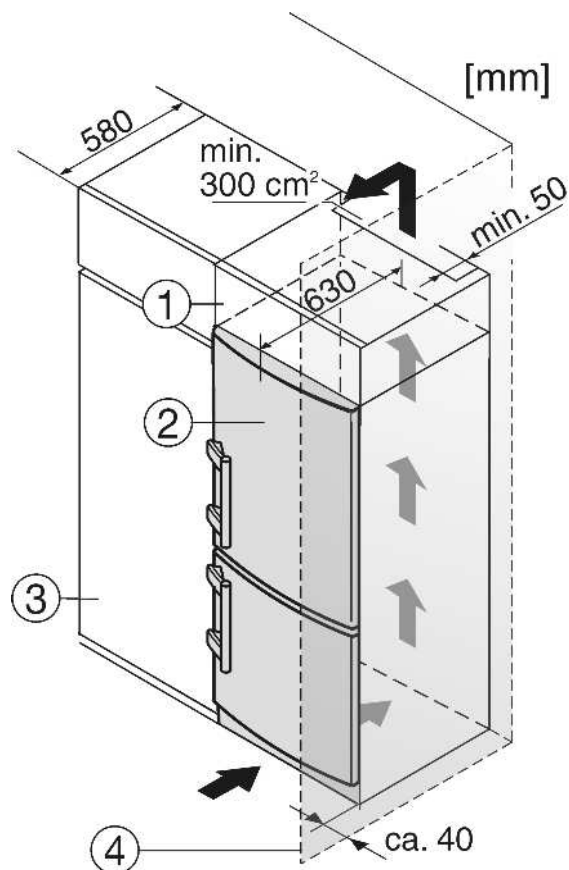

Fig. 5
Устройство может быть окружено предметами кухонной обстановки. Чтобы уравнять устройство Fig. 5 (2) по высоте с кухонной стенкой, можно установить над устройством соответствующий дополнительный шкафчик Fig. 5 (1).
При комбинировании с обычными кухонными шкафами (глубина макс. 580 мм) устройство можно установить непосредственно рядом с кухонным шкафом Fig. 5 (3). Дверь устройства выступает по сторонам на 34 мм и по центру устройства на 50 мм относительно передней стенки кухонного шкафа. Поэтому ее можно свободно открывать и закрывать.
Если устройство установлено на шарнирах у стены Fig. 5 (4), то расстояние между устройством и стеной должно быть не менее 40 мм. Настолько выступает ручка при открытой двери.